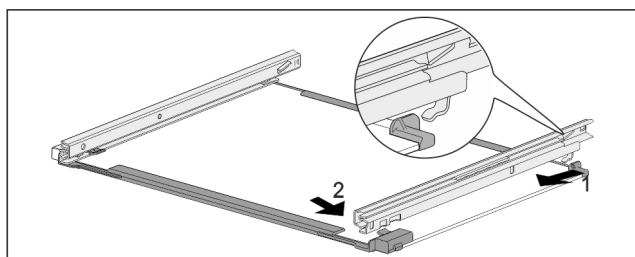

Fig. 158 Стеклаянная пластина с направляющими
- ▶ Зацепите направляющую сзади. Fig. 158 (1)
- ▶ Защелкните направляющую спереди. Fig. 158 (2)